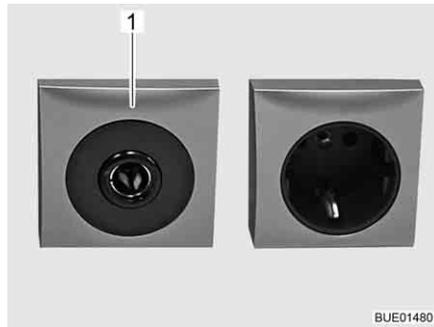

Fig. 103 Prise de courant 12 V/10 A
- ▷ Ne brancher aux prises de courant (Fig. 103,1) du réseau de bord 12 V que des appareils de maximum 10 A.